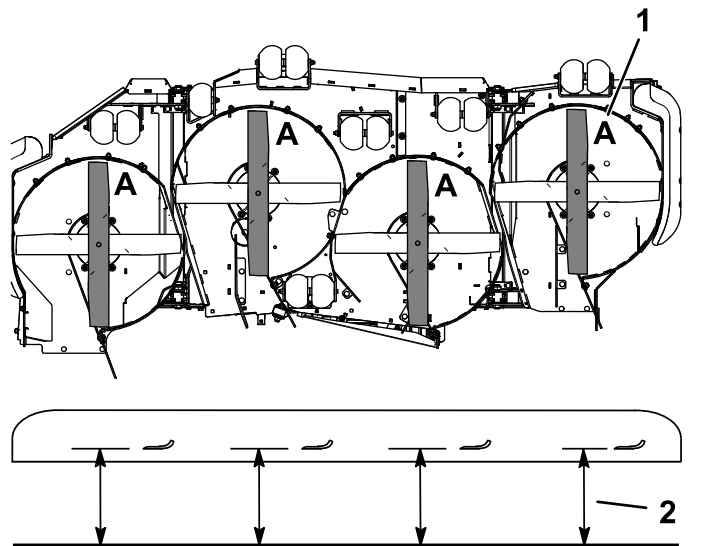

Figure 77
3. Tournez les lames dans le sens longitudinal (Figure 77).
4. Mesurez la distance entre la surface plane et le tranchant (position **A**) des lames (Figure 77).